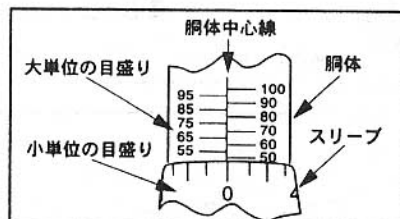
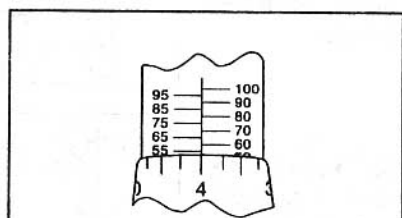

図2 トルク設定50の場合
図3 トルク設定54の場合
3. ロックリングをロック解除位置で押えたまま、下の図2および図3に示すようにハンドルまたは胴体を回転して、トルクレンチを希望のトルク値に設定します。